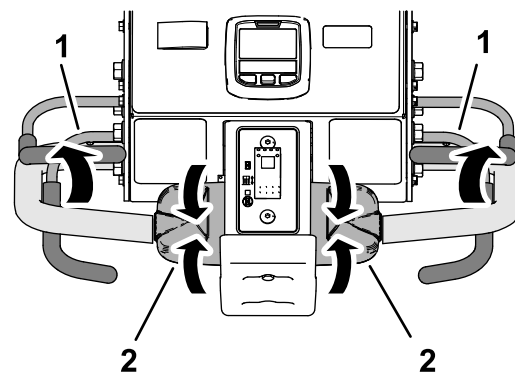

Bild 98
1. Lassen Sie den Fahrtriebshebel los und lassen Sie ihn in die NEUTRAL-Stellung fallen, und lassen Sie den Schaltbühnen los (Bild 98).